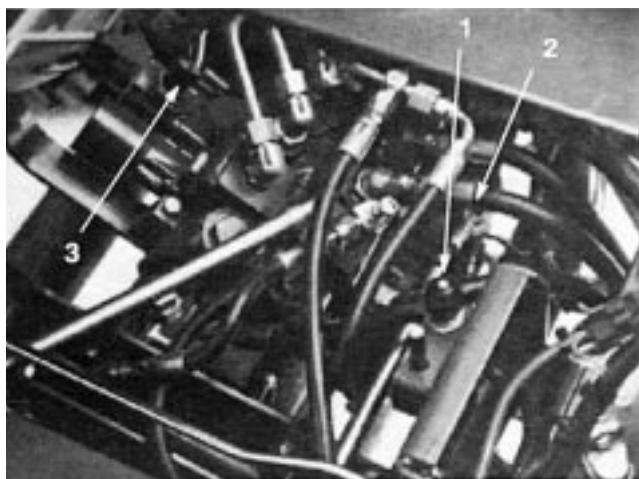

図 49
2. シートスイッチ (図49) のボタンに付いているゴム製カバーを取り、スイッチ端子からコネクタを引き抜きます。
2. バルブ・バンク・ボンネットに取り付けてある芝刈り / 昇降スイッチの端子からコネクタを引き抜く (図 49)。